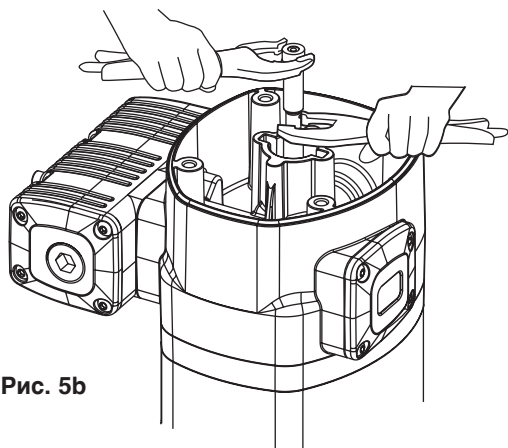
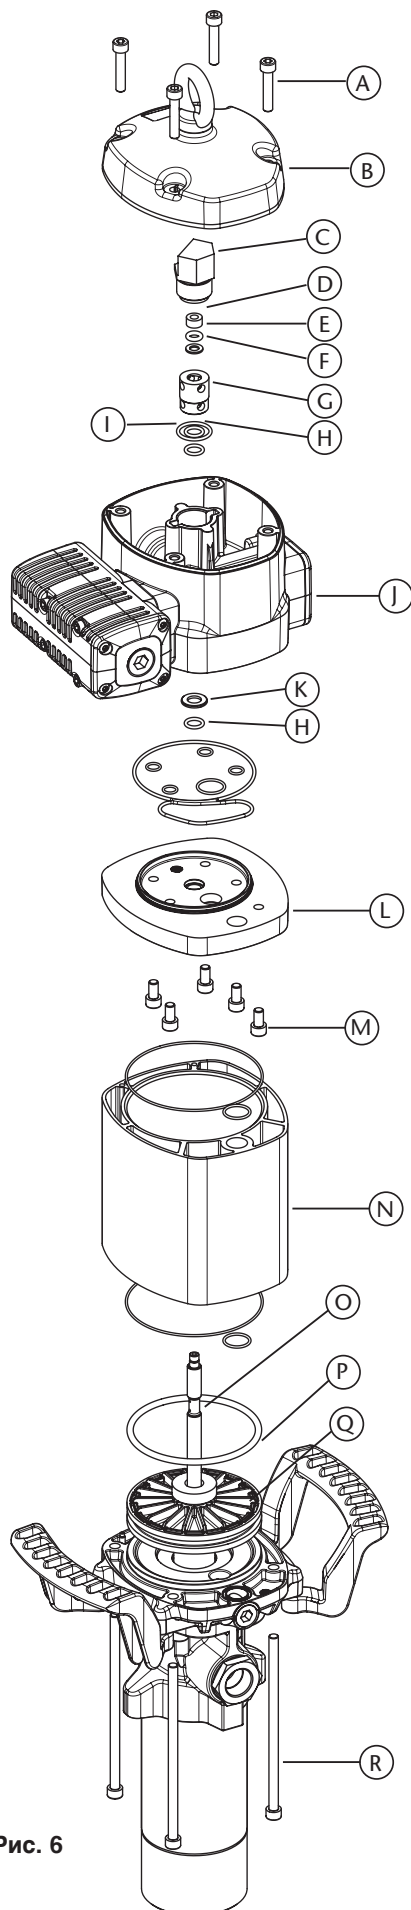

Рис. 5b
Рис. 6
3. Зажав щипцами гайку (D), вытянуть шток (O) так, чтобы вышла наружу его центральная расточенная часть (рис. 6а). Затем, другими щипцами зажать шток (O) в области расточки для предотвращения повреждения поверхности уплотнения и отвинтить гайку (D) (рис. 5b).
4. Снять уплотнительное кольцо (E) и кольцо (F). При сборке заменить их на новые.
5. Отвинтить винты (R). Снять корпус двигателя (J) с фланцем (L).
6. Снять кольцо (G) и заменить на нем уплотнения (H) и (I).
7. Отвинтить винты (M) и отсоединить мотор (J) от фланца (L). Снять шайбу (K) и заменить уплотнение (H).
8. Аккуратно удерживая пневматический поршень (Q), снять цилиндр (N). Заменить уплотнение поршня (P).
9. Выполнить сборку деталей в обратном порядке. При сборке нанести на винты (M), гайку (D) и гильзу датчика (C) закрепитель резьбы.
### КОМПЛЕКТ НИЖНИХ УПЛОТНЕНИЙ (РИС. 6)